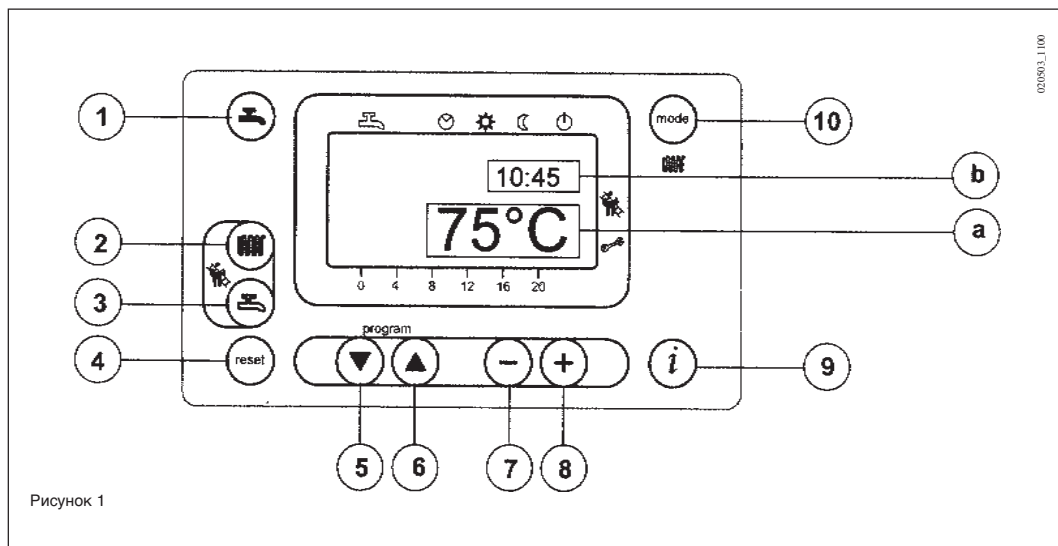

Рисунок 1
- Нажать кнопку  (поз. 2 на рис. 1) для регулировки температуры воды системы отопления.
- Нажать одну из этих двух кнопок   (поз. 1 или 10 на рис. 1) для записи заданного параметра в память и возврата к главному меню.
Примечание - Если к котлу подключен внешний зонд, при помощи кнопки  (поз. 2 на рис. 1) можно смещать кривую отопления. Нажать кнопки   для уменьшения или увеличения комнатной температуры обогреваемого помещения.
- Нажать кнопку  (поз. 3 на рис. 1) для регулировки максимальной температуры хозяйственной воды.